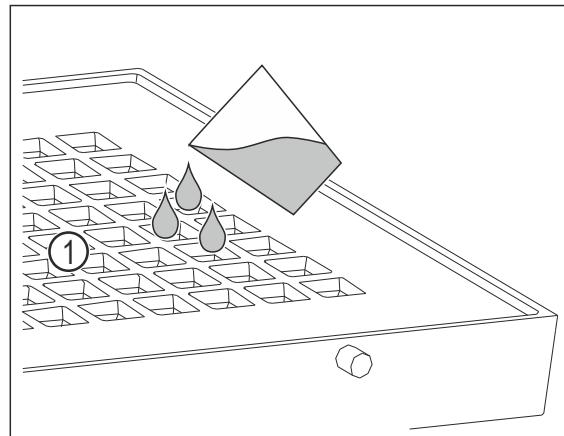

Fig. 96
- Preljite največ 400 ml vode čez odprtine Fig. 96 (1) na pokrovu.